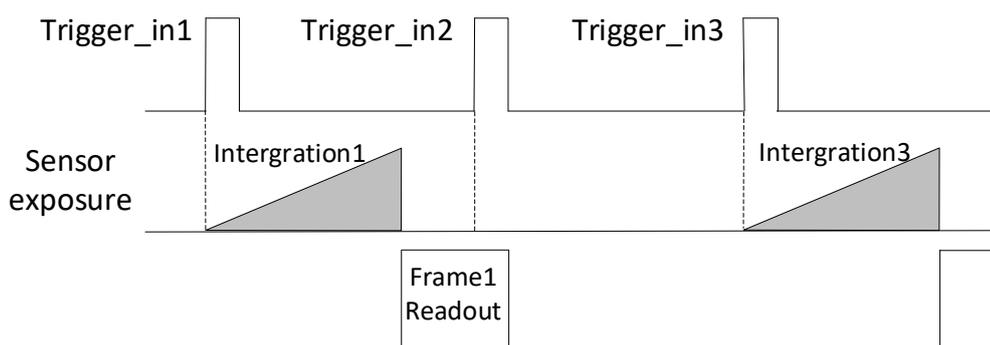

图5-16 第2帧被过滤时序
- 不启用触发缓存使能：第 2 个触发信号直接被过滤，不做处理，如图 5-16 所示；